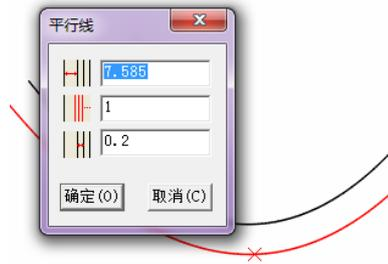
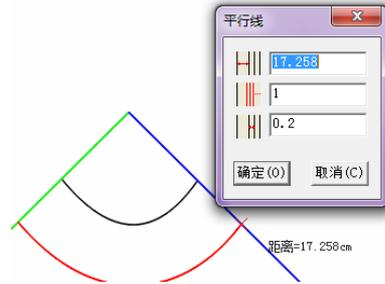
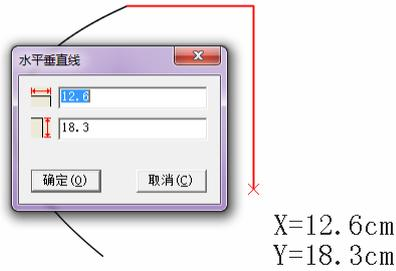
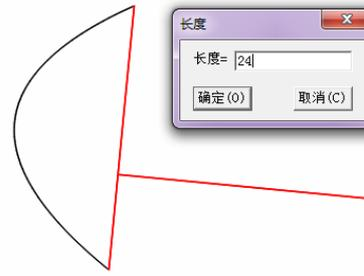

图 2-2-11 绘制平行线
图 2-2-12 绘制相交等距线
图 2-2-13 绘制 HV 线
图 2-2-14 绘制垂直线
(1) 在空白处、关键点、交点或线上左键点击，进入画线操作。点击右键，切换到丁字尺工具，可绘制水平、垂直、 45° 线；再次点击右键可绘制曲线，按住“Shift”时，可绘制折线。在线上单击右键可以对线进行任意调整；按住“Shift”键，在线上单击右键可以对线的长度进行调整，在线的中间击右键为两端不变，调整曲线长度，在线的一端击右键，则在这一端调整线的长度。按住鼠标左键拖拉线，可绘制不相交平行线，如图 2-2-11 所示；按住“Shift”键，并按住鼠标左键拖拉线，可绘制相交等距线，分别点击交点两边即可，如图 2-2-12 所示。在关键点上，右键拖拉绘制 *HV* 线，右键可切换方向，如图 2-2-13 所示；按下“Shift”键，左键拖拉选中两点，鼠标变成三角板，再点击另外一点，拖动鼠标，做选中线的平行线或垂直线，如图 2-2-14 所示。